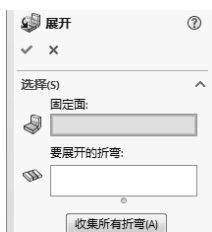

图 9-83 “展开”属性管理器
- 03** 单击“钣金”工具栏中的“展开”按钮，或者选择菜单栏中的“插入”→“钣金”→“展开”命令，系统弹出如图 9-83 所示的“展开”属性管理器。